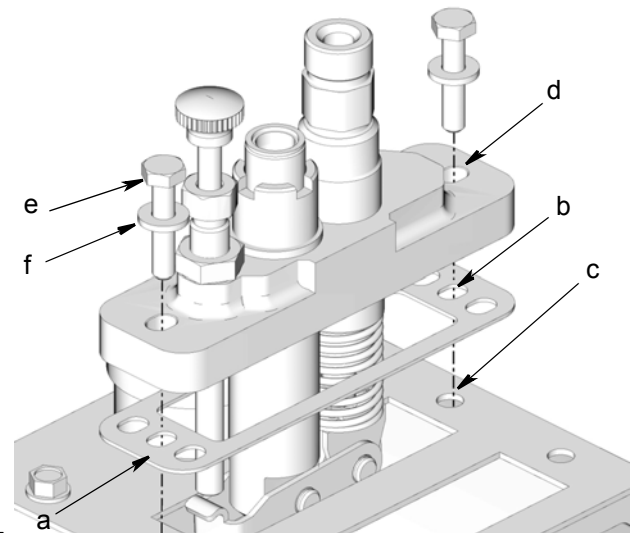

ABB. 1
2. Dichtung (a) mit der Öffnung an der Oberseite der Behälterabdeckung ausrichten und dabei darauf achten, dass die Öffnungen (b) an beiden Seiten der Dichtung mit den Befestigungsbohrungen (c) in der Behälterabdeckung übereinstimmen (ABB. 1).
- Pumpe so auf dem Behälter installieren, dass die Bohrungen (d) auf jeder Seite der Pumpe mit den Montagebohrungen (c) im Behälterdeckel fluchten (ABB. 1).